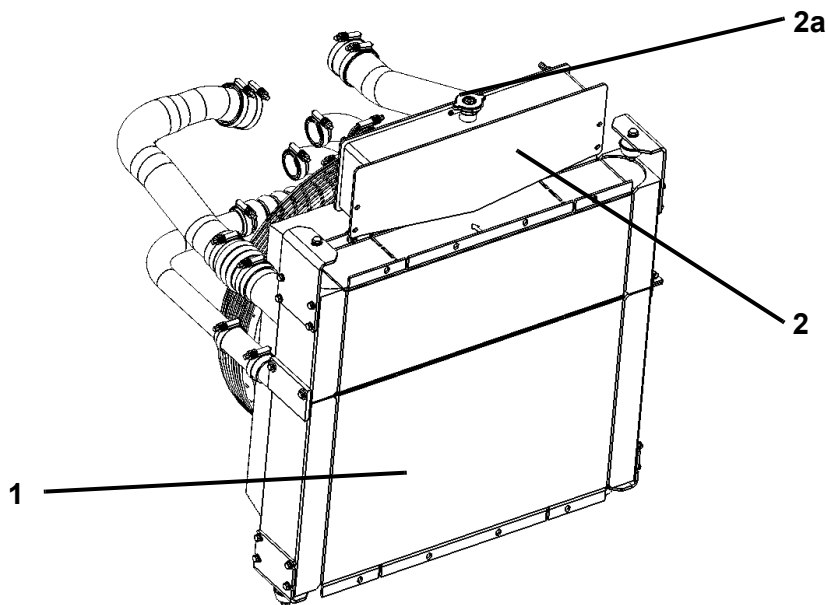

Fig. 221 Resfriador de combinação
1 Deixe o motor a diesel e o radiador (1) na Fig. 221 resfriar.
| 2 | Abra com cuidado a tampa de vedação (2a) na Fig. 221 do tanque de expansão (2) na Fig. 221 para aliviar a pressão. |
| 4 | Feche a tampa de vedação (2a) na Fig. 221 do tanque de expansão. |